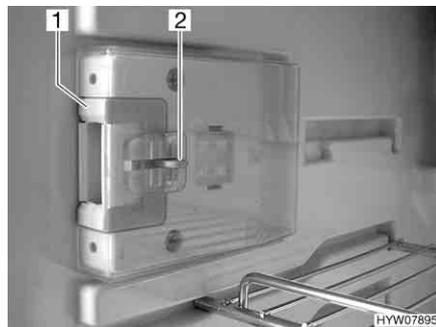
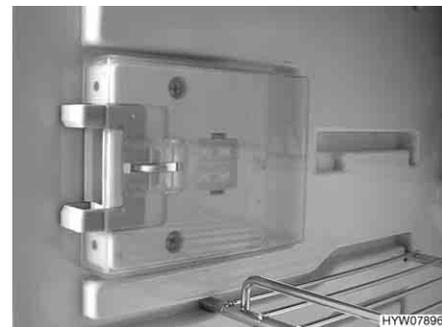

Bild 221 Verschlusseinrichtung in Normalstellung
Bild 222 Verschlusseinrichtung in Lüftungsstellung
- Die Entriegelung (Bild 221,2) eindrücken.
- Die Verschlusseinrichtung (Bild 221,1) nach vorn schieben (Bild 222).